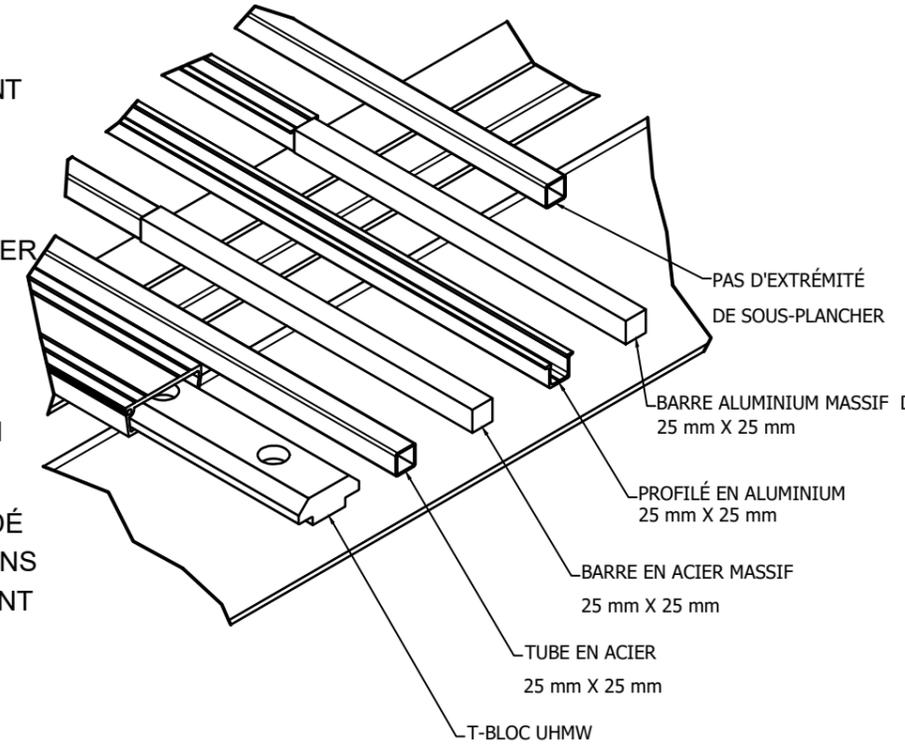

FIGURE 13 : EXTRÉMITÉS DE SOUS-PLANCHER
2. CHOISISSEZ LE TYPE D'EXTRÉMITÉ DU PLANCHER QUI S'ADAPTE LE MIEUX À VOS BESOINS (VOIR FIGURE 13). LES EXTRÉMITÉS DU SOUS-PLANCHER SERONT GÉNÉRALEMENT DE 12 mm À PARTIR DES PORTES DE LA REMORQUE. VOUS TROUVEREZ CI-DESSOUS DES RECOMMANDATIONS ET DES INSTRUCTIONS D'INSTALLATION POUR DIFFÉRENTS TYPES DE SOUS-PLANCHER.